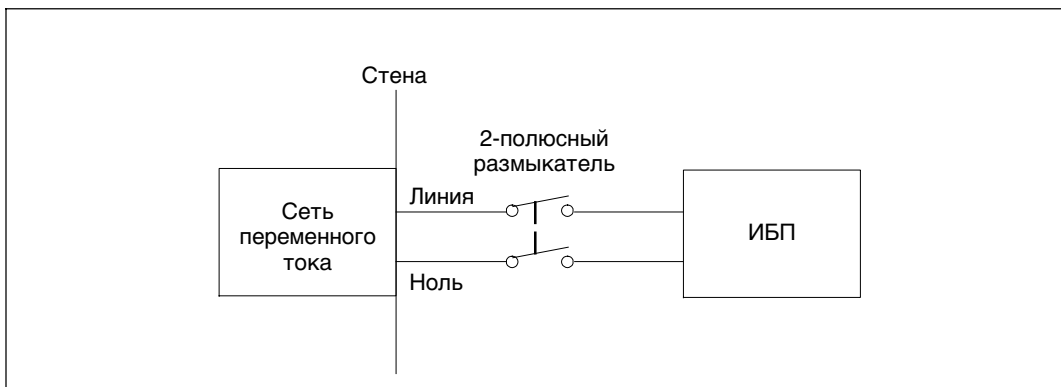

Рис. 20. Схема размыкателя цепи
- Для работы данного защитного устройства требуется двухполюсный размыкатель между выходом ИБП и нагрузкой (см. Рис. 20)